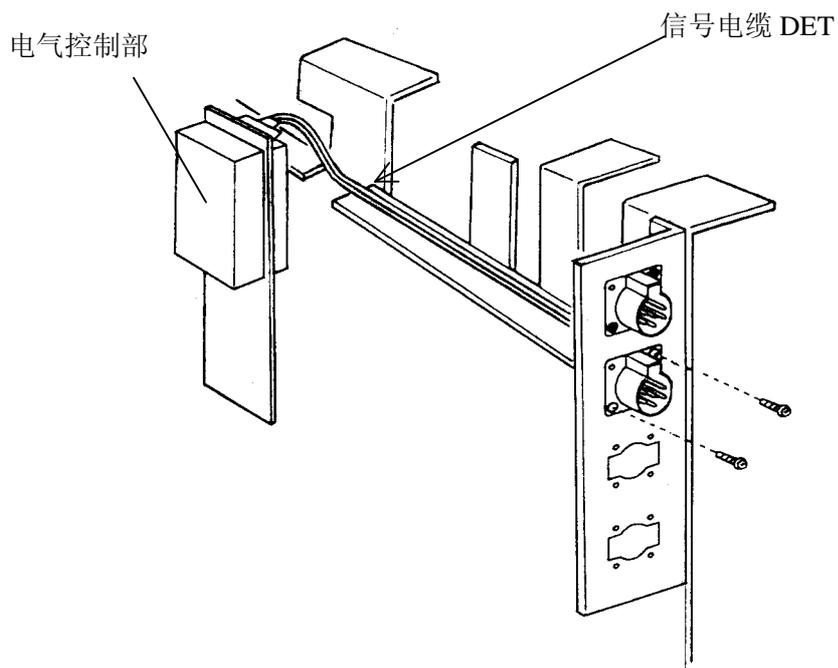

图 2.3 FPD 在检测器的号码 2 安装时
- (4) 如图 2.3 连接信号电缆 DET (221-41085-91)，这时背面板的信号线位置和检测器的号码一样对应起来，安装信号线时，用 2 个 M2X6 的螺丝对角安装。